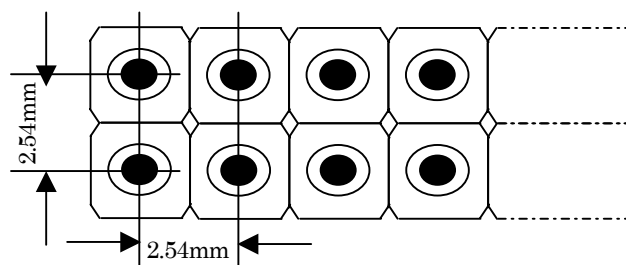
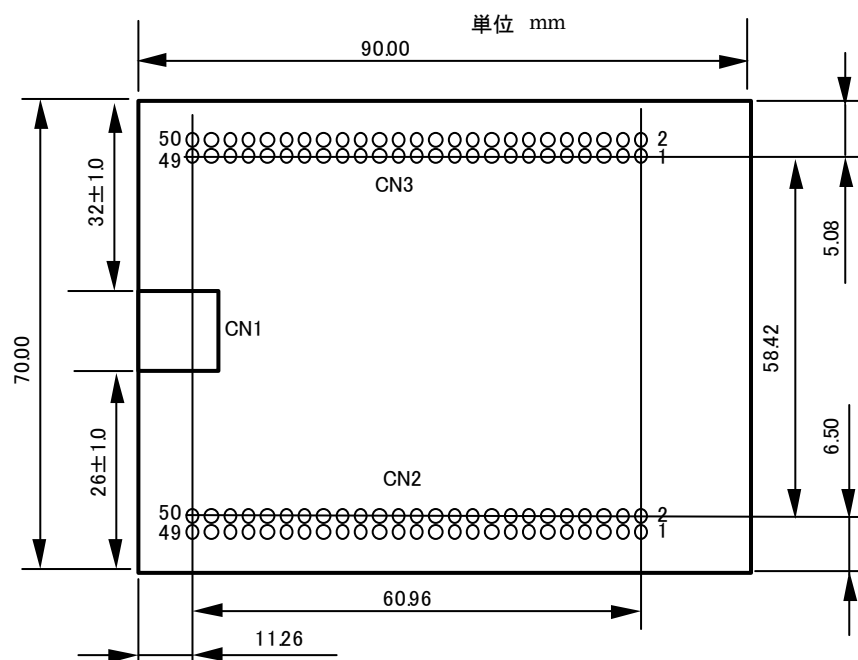

図3 コネクタ CN2,CN3 ピンピッチ
図4 コネクタ配置図 (TOP View)
- ・ターゲットボードのコネクタは、本ボードのコネクタ寸法(図 3、図 4 参照) に適合するメスコネクタを選択してください。ピン配置は本基板 (表 1. M3A-0035 コネクタ CN2 ピン配置図、表 2. M3A-0035 コネクタ CN3 ピン配置図) と同じにしてください。コネクタの選択、ピン配置の参考に添付資料の M3A-0035 部品表と接続図を参照ください。ターゲットボードのコネクタは、本多通信工業の HKP-50FD2 などが適合します。